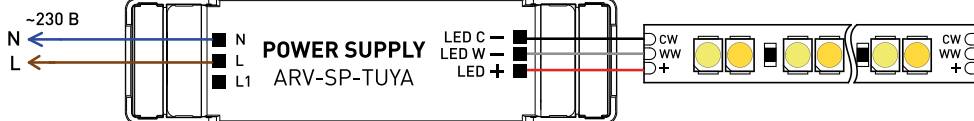

Рис. 2. Схема подключения двухканального источника питания (для арт. 052988, 052990)
- 3.7. Подключите светодиодную нагрузку согласно схеме, поставяемой с этой нагрузкой, к выходным клеммам источника питания со стороны **OUTPUT**, строго соблюдая полярность: «общий +» на нагрузке — к «плюсовому» выходу источника (LED+), «холодный белый» — на нагрузке — к «минусовому холодному белому» выходу источника (CW-), «теплый белый» — на нагрузке — к «минусовому тепловому белому» выходу источника (WW-) (пример подключения на рис. 2).